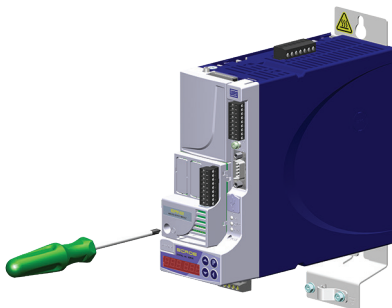

Figura 4.3: Fixação do parafuso de aterramento do acessório
4. Fixar o parafuso de aterramento do acessório ao servoconversor, conforme indicado pela Figura 4.3 na página 22.